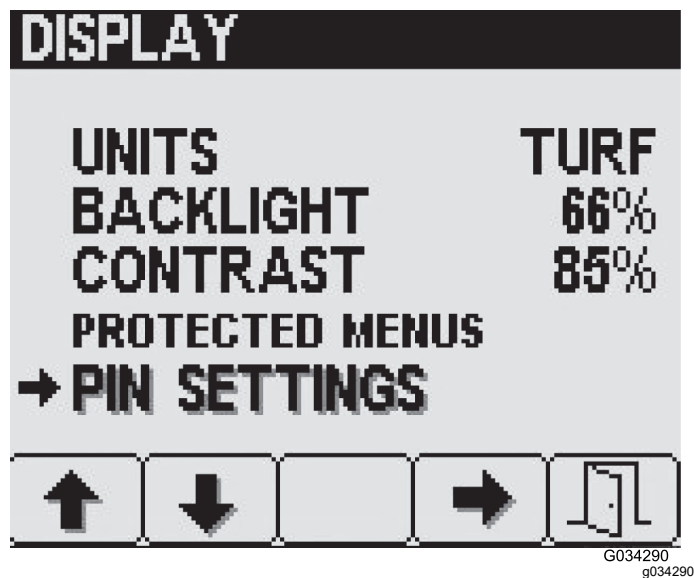

图 23
- 按 DISPLAY 显示屏幕上的 1 号或 2 号按钮可导航至 PIN SETTINGS PIN 设置选项 图 23。
- 按 4 号按钮可选择 PIN SETTINGS PIN 设置子菜单 图 23。